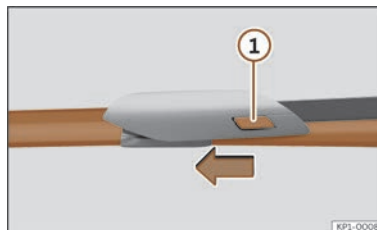

Fig. 207 Înlocuirea lamelor ștergătoarelor de parbriz
- Apăsati și mențineți apăsat butonul de deblocare >>> **fig. 207** ① și trageți ușor de lamă în sensul săgeții.